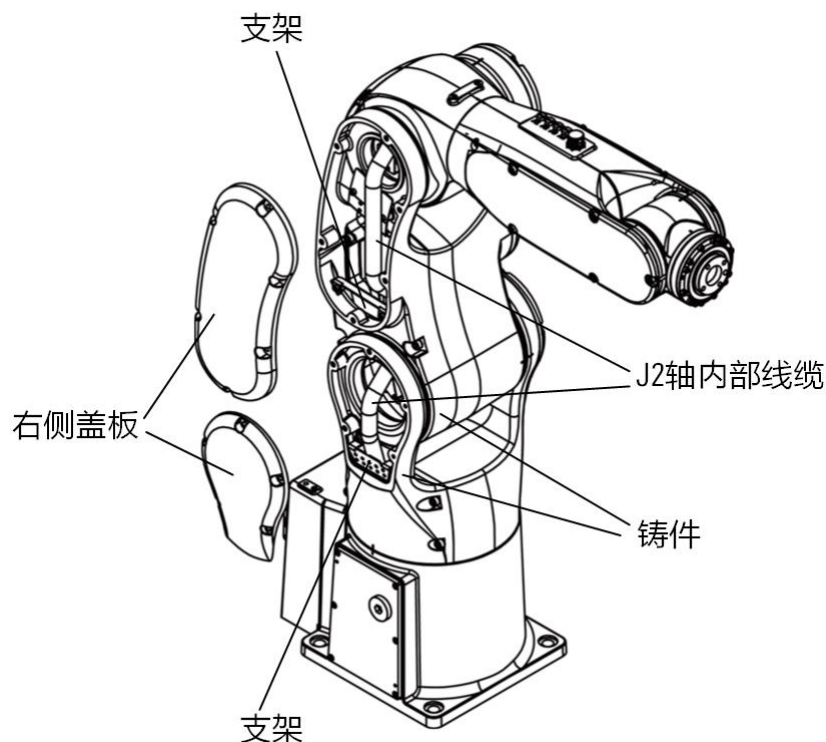

图 10-2 J1,J2 轴内部线缆
- 步骤1. 拆卸右侧盖板，如图 10-2 所示，抽出 J1,J2 轴内部线缆。